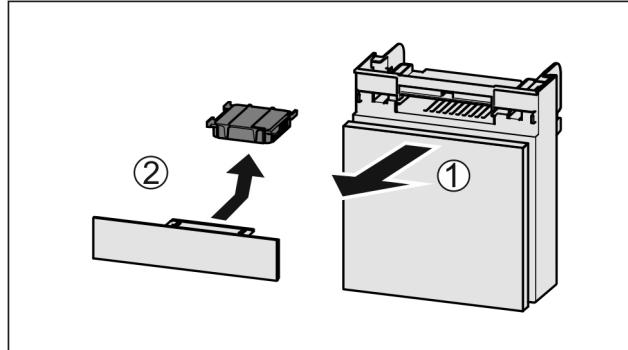

Fig. 56
- Вытянуть Fig. 56 (1) отделение движением вперед.
- Извлечь Fig. 56 (2) фильтра с активированным углем.